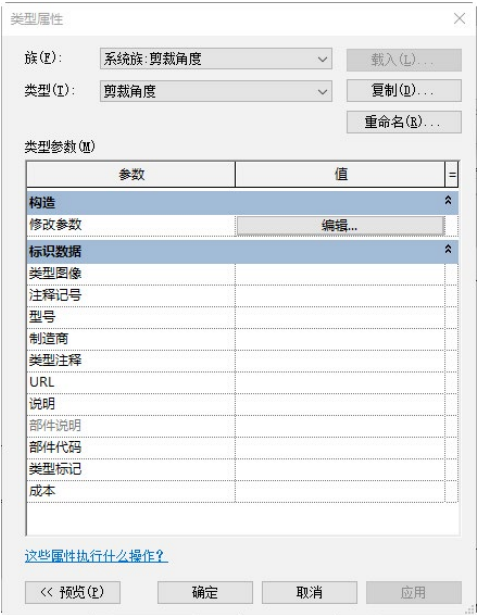
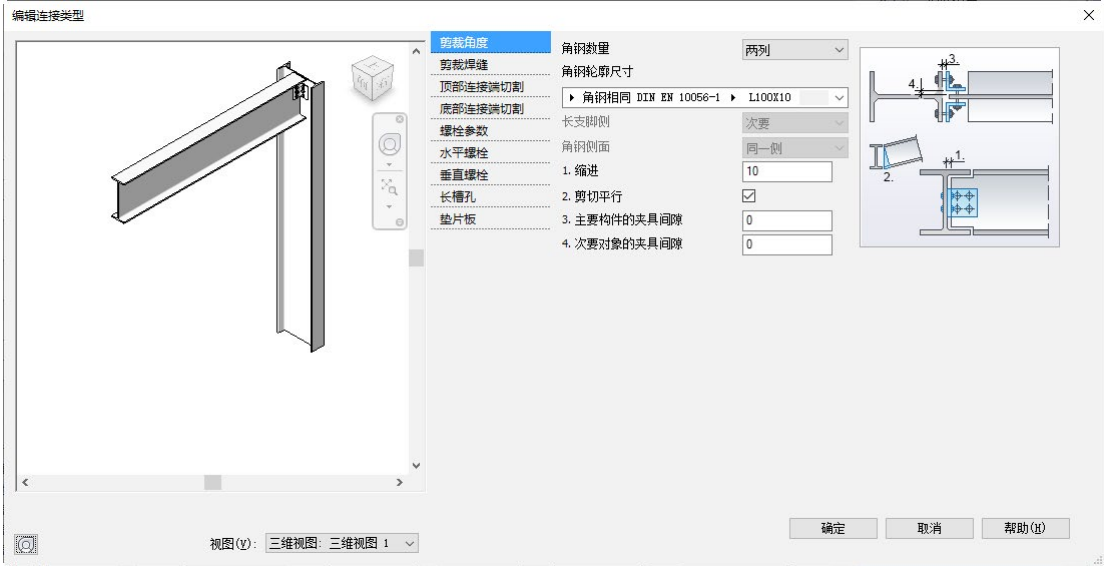

图 8-47 “类型属性”对话框
图 8-48 “编辑连接类型”对话框
(6) 在“属性”选项板中单击“编辑类型”按钮，打开如图 8-47 所示“类型属性”对话框，单击“修改参数”栏中的“编辑”按钮，打开如图 8-48 所示“编辑连接类型”对话框，更改连接参数，单击“确定”按钮。